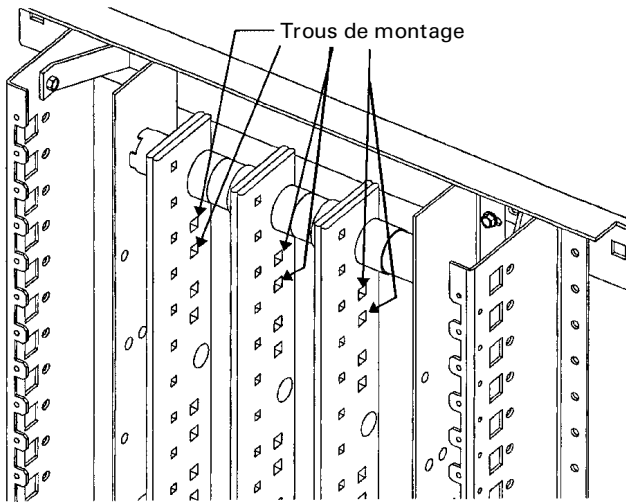

Figure 4. Trous de montage de barre omnibus.
- Aligner les trous de montage.** Aligner les trous de montage de la queue de cosse avec les premier et deuxième trous de barre omnibus du fond de la boîte étampé LINE sur la rangée arrière des trous, tel qu'illustré à la Figure 4.